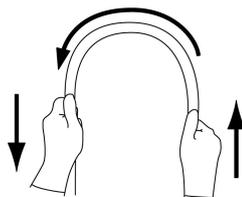

図 1
4. 挿入部を両手で持ち、全長にわたって図 1 に示すように順次半円の頂点をずらすように曲げたときに、適切な軟らかさを有しており、軟らかさが不連続になっているなどの異常がないこと。